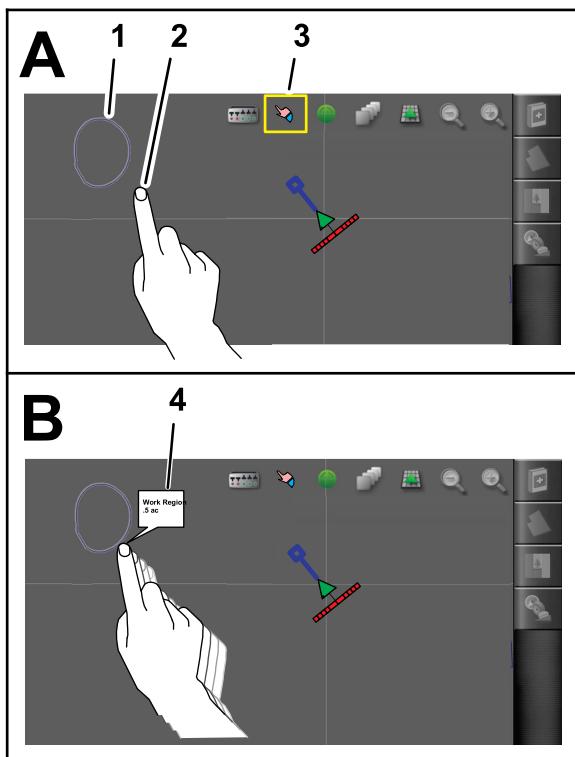

図 56
1. 境界の作成ができたなら、制御コンソール画面に表示されている境界線の脇に指を長置きする。境界選択アイコンが点灯したら、境界線まで指を滑らせる図 56。